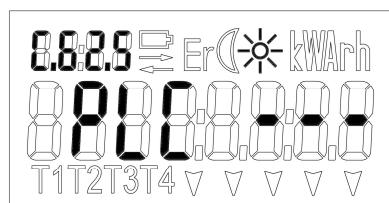

Рис. 6-1 PLC статус “PLC ---”
- “PLC ---” – счетчик не подключен к сети PLC (см.Рис. 6-1);